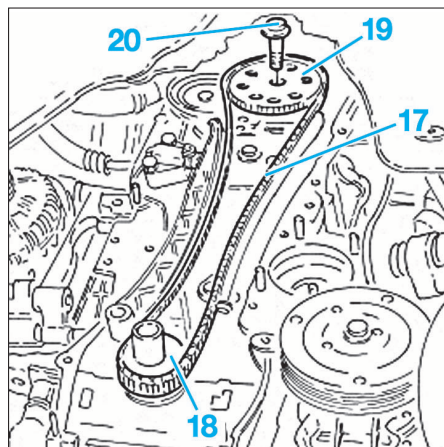

FIG. 8
- Mettre en place la chaîne de distribution (17) avec les roues dentées de vilebrequin (18) et d'arbre à cames (19) en respectant les repères préalablement effectués (Fig.8).
- Serrer la vis (20) de la roue dentée d'arbre à cames au couple.